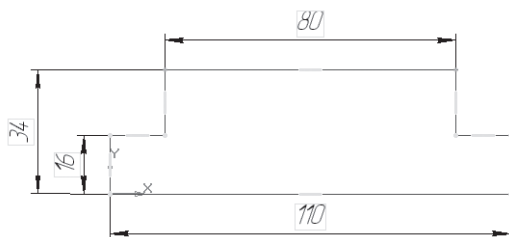

Рис. 157
- с помощью непрерывного ввода объекта и ортогонального черчения постройте эскиз основания детали (рис. 157);